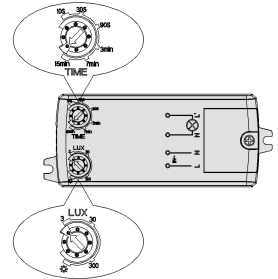

Fig.3
4. Regolare il sensore tramite i due cursori (Fig.3):
4. Adjust the sensor using the two sliders (Fig.3):